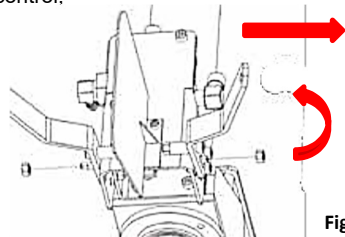

Fig. 4
- Fixați cadrul ridicare buștean cu șuruburi M12\*50, șaibe grower ø12, șaibe plate ø12 și 2 piulițe M12; (fig.4)